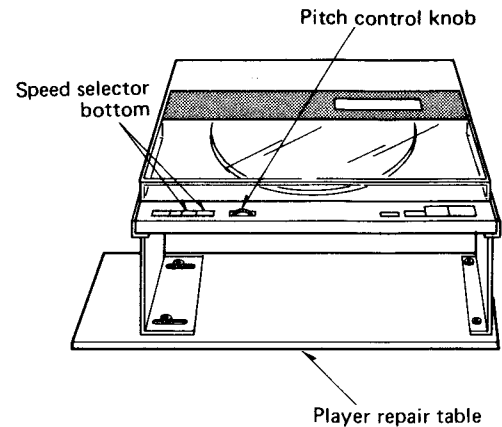

Fig. 22
2. Place the set on the player repair table. (See Fig. 22.)
2. Die Gerät auf den Plattenspieler-Reparaturtisch stellen. **(Siehe Abb. 22)**